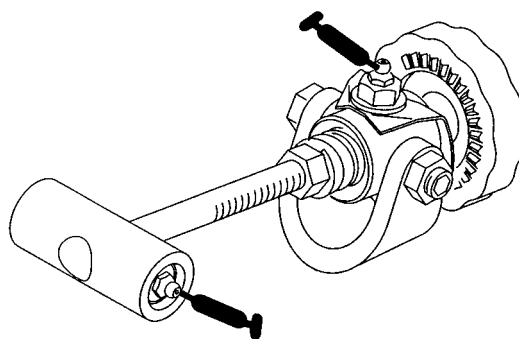
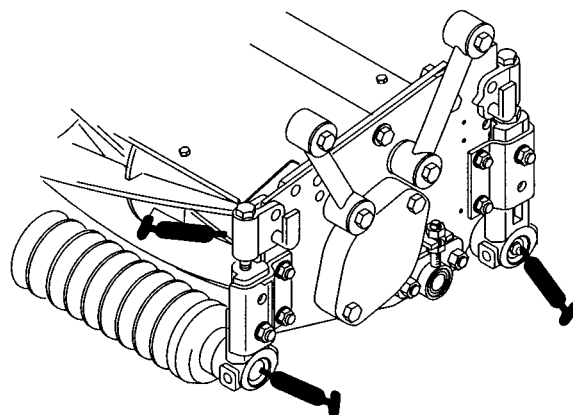

Fig. 6
Fig. 7
1. Smøreniplernes placering og antal er: Bundknivs justeringsanordning (2 stk.) (Fig. 6), knivcylinderlejer (inderste sideplade) (2 stk.) samt front- og bagrulle (2 stk. hver) (Fig. 7).